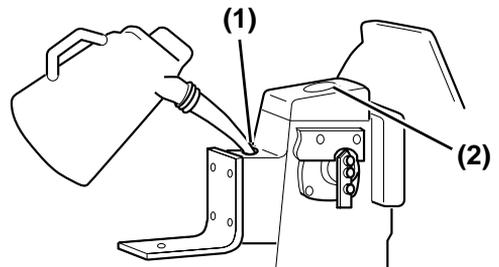

Figure 3
2. Vérifiez la quantité d'huile de lubrification en enfonçant la jauge aussi loin que possible. Ne revissez pas la jauge (**Figure 3, (1)**). Le niveau d'huile doit atteindre le repère supérieur sur la jauge (**Figure 3, (2)**).